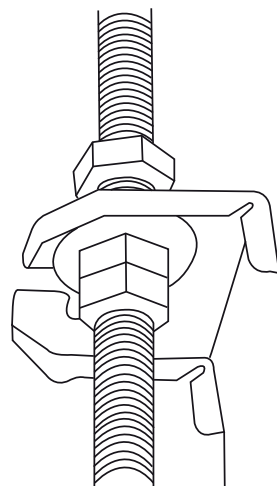

Fig. 4.8
8. Montare l'unità da interno: le operazioni di sollevamento e fissaggio dovranno essere eseguite da almeno due persone. Inserire i bulloni di sospensione nei fori di aggancio dell'unità. Fissarli usando le rondelle e i dadi in dotazione. (Ved. Fig. 4.8).